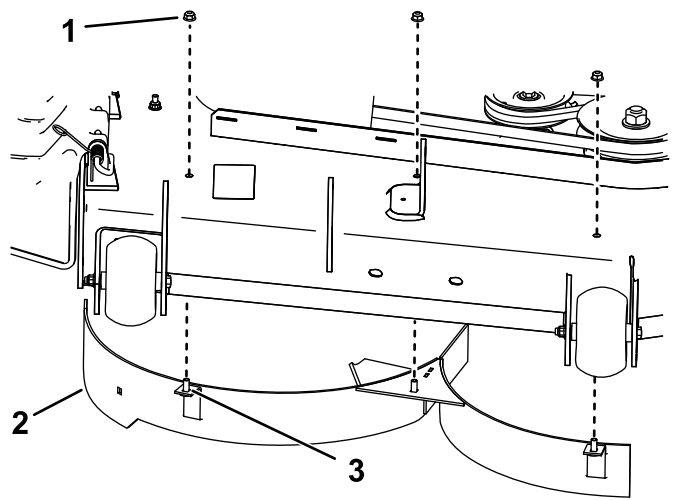

**Figure 9**
1. Retirez l'écrou et le boulon de l'emplacement indiqué à la Figure 8 ou la Figure 9.